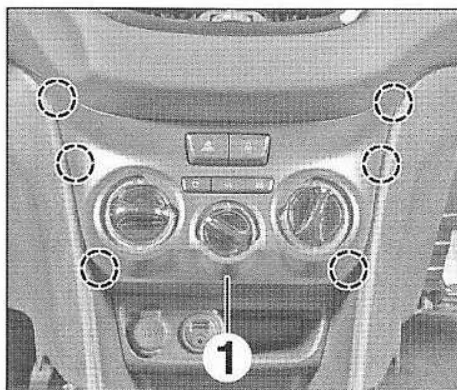

FIG.16
- Dégrafer puis déposer la garniture de façade centrale (1) (Fig.16).